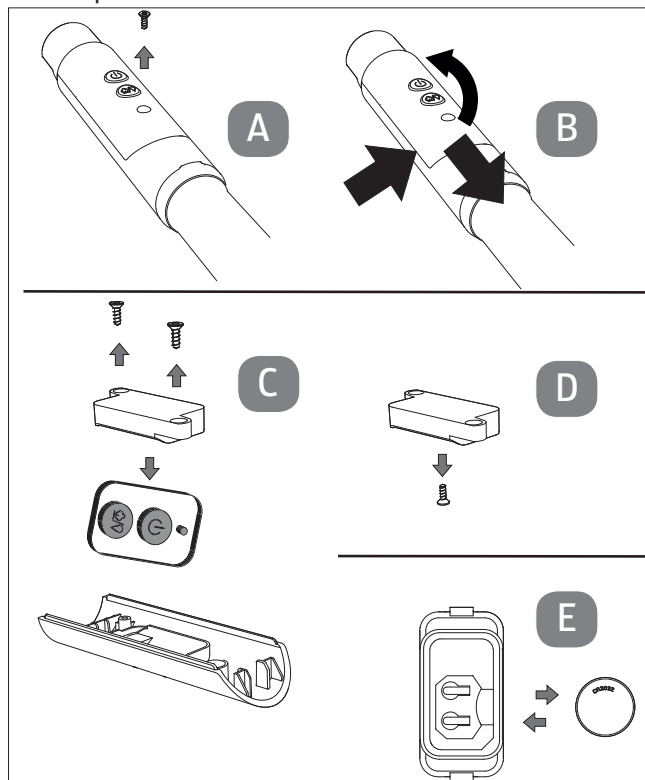

Fig. 14 – Sustitución de la pila en el mango
- Retire el tornillo situado debajo del panel de control en el mango utilizando el destornillador de estrella (véase Fig. 14, A).
- Extraiga el compartimento del mando a distancia del mango (véase Fig. 14, flecha B):
- Desenrosque los dos tornillos (véase Fig. 14, C) para extraer el mando a distancia.
- Retire el tornillo pequeño de la placa de circuito impreso con un destornillador de estrella pequeño (véase Fig. 14, D) y dé la vuelta a la placa.
- Sustituya la pila de botón (véase Fig. 14, E).